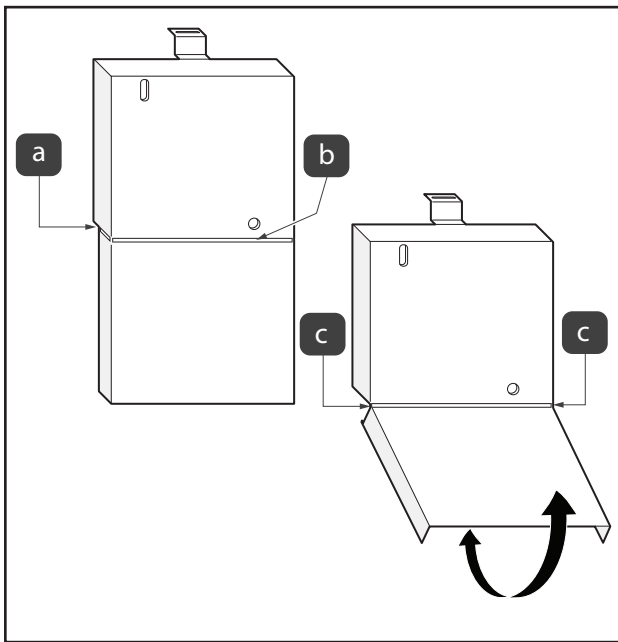

Figura 14. Vuelva a instalar el frente muerto
16. Si la mitad inferior del panel muerto debe quitarse, use pinzas diagonales para cortar las dos lengüetas posteriores; consulte la Figura 14 (a).
17. Corte la etiqueta del panel muerto a través de la abertura del panel muerto; consulte la Figura 14 (b).
18. Mueva la parte inferior del panel muerto hacia adelante y hacia atrás hasta que las lengüetas se rompan; consulte la Figura 14 (c).